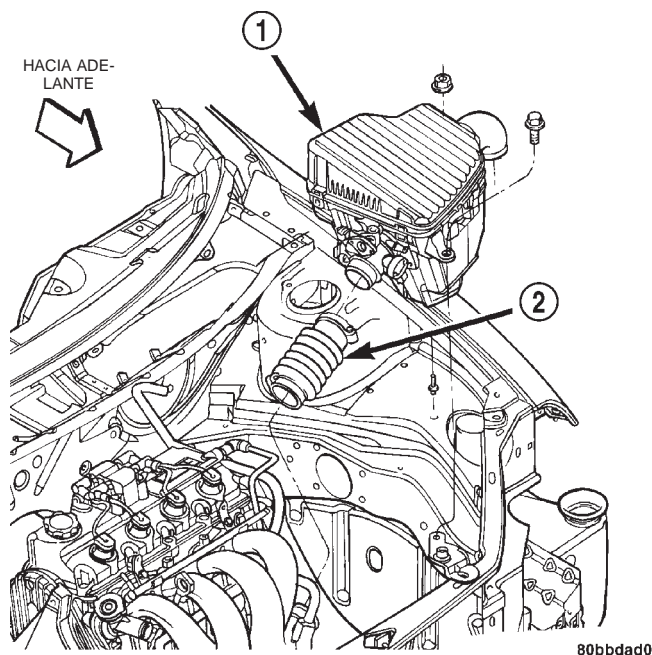

Fig. 12 Desmontaje e instalación del conjunto del depurador de aire
- (1) Retire el conjunto del depurador de aire (Fig. 12).